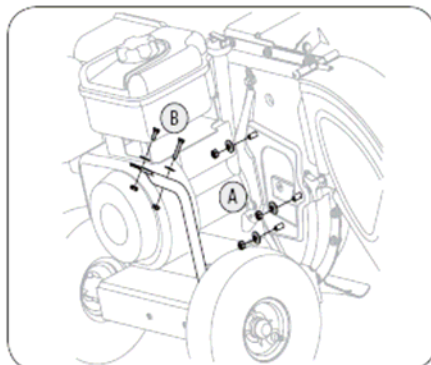

Figure 5
1. Снимите три прокладки и шестигранные гайки с приварных шпилек, расположенных вокруг отверстия на боковой стороне рабочего колеса (смотри рисунок 5).